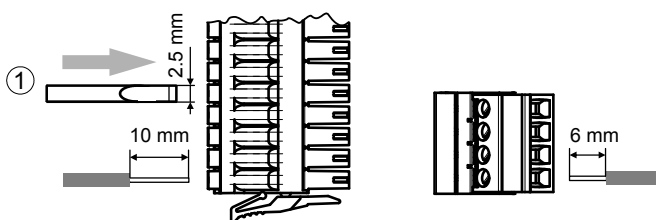

Fig. 8
- Note bare lengths (Fig. 8).
!	<p>HINWEIS</p> <p>Falsche Polarität und Kontaktsicherheit</p> <p>Defekt des Mehrfach-Linientrenners oder Leitungsunterbruch</p> <ul style="list-style-type: none"> • Beachten Sie beim Anschließen an die Melderlinie die Plus- und Minusanschlüsse. • Beachten Sie die Abisolierlängen (Fig. 8). • Schließen Sie pro Klemme nur einen Draht an.